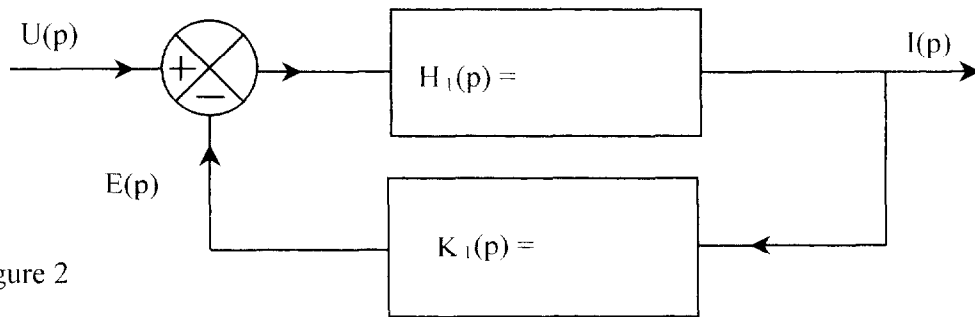

Figure 2
1.2.2. D duire de la question pr c dente les expressions des transmittances  $H_1(p)$  et  $K_1(p)$  de la figure 2, en les inscrivant dans les blocs correspondants.